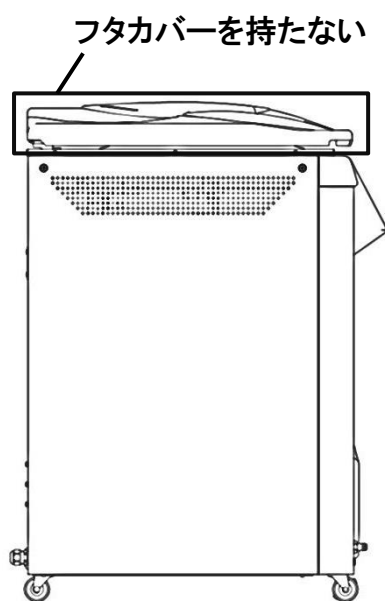

図1
- ❗ 移動中、本器のフタカバーを持ったり(図1)、本器に衝撃を与えないでください。